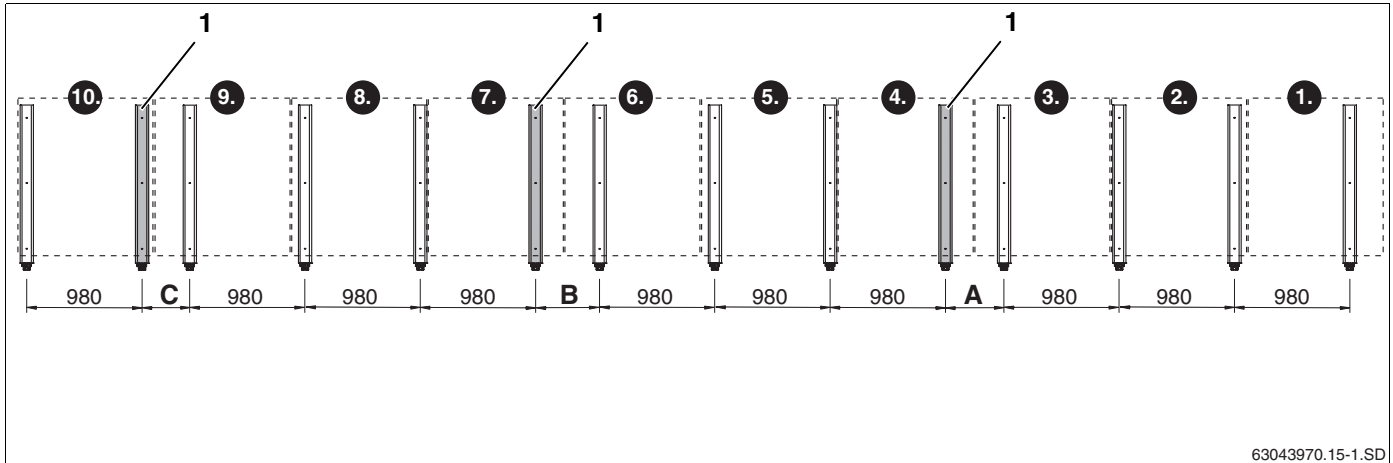

Fig. 23 Version de base pour 10 capteurs verticaux maxi. (indications en mm)
Pour le montage vertical, il faut mettre en place un support supplémentaire sur le 4ème, 7ème et 10ème capteur (fig. 23, **pos. 1**).